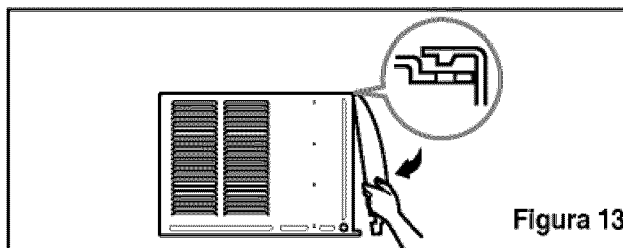

Figura 13
2. Pegue el panel frontal a la caja insertando los fijadores en el panel adentro los del panel de la caja. (Ver Figura 13)